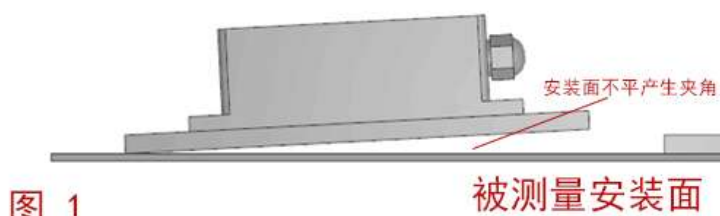

图 1
- 1) 传感器的安装面与被测量面固定必须紧密、平整、稳定，如果安装面出现不平容易造成传感器测量夹角误差。见图 1、2
注意：该电压的驱动电流最大 100mA。图 1 电气连接线